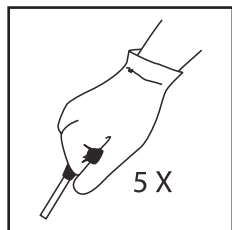

Fig. 15
4. Puxe a corda 5 vezes (Fig. 15).